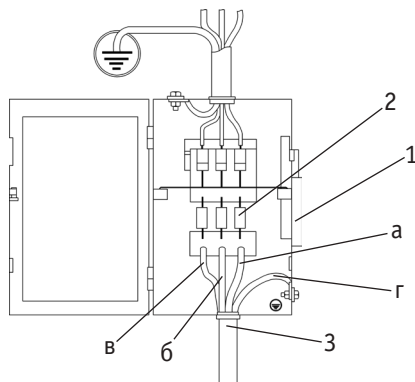

Рис. 8.3. Схема подключения к сети.
1. Подсоедините сетевой кабель к электросети с требуемыми параметрами. Проверьте надежность соединения кабеля и сетевой розетки (См. рис. 8.3).